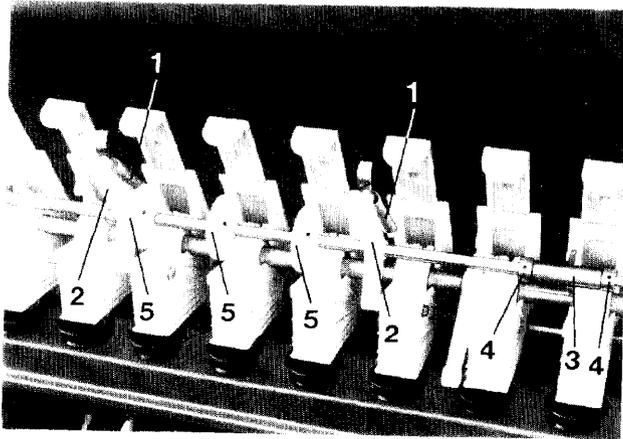
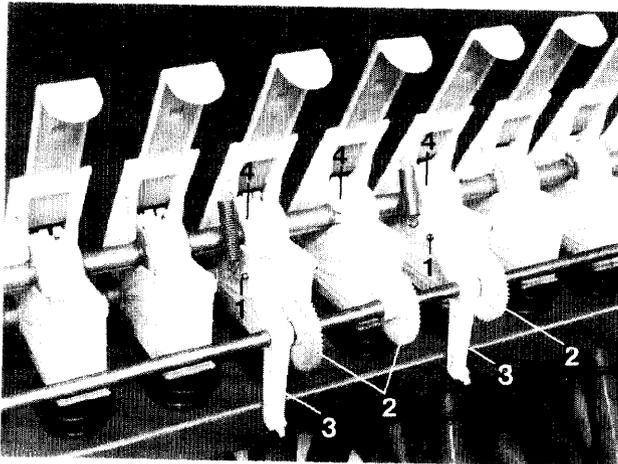

Fig. 57
Fig. 58
- Aflojar el muelle (fig. 57/1) entre la boca de siembra y el soporte oscilante (fig. 57/2) y abatir hacia atrás el eje de accionamiento intermedio (fig. 58).
- Una brida (fig. 57/3) que sujeta axialmente el eje de accionamiento, apoya en una cavidad en la boca de siembra. Esta sujeción se extrae de dicho apoyo al abatir el eje de accionamiento y, en un montaje correcto, se puede volver a montar la misma cavidad o en una inmediatamente próxima correspondiente a la siguiente boca de siembra. La brida (fig. 57/3) se sujeta axialmente al eje de accionamiento mediante anillos de fijación (fig. 57/4).
- Aflojar los tornillos (fig. 58/1) mediante los que los soportes oscilantes se fijan a uno u otro lado de las carcasas de siembra de las rodadas.
- Deslizar sobre el eje de accionamiento los soportes oscilantes (fig. 58/3) y las ruedas dentadas de plástico (fig. 58/2).
- Aflojar los tornillos de fijación (fig. 58/4) de las ruedas de siembra de las nuevas rodadas, hasta que estas puedan girar libremente en el eje de siembra.
- Fijar los soportes oscilantes (fig. 58/3) a uno y otro lado de las carcasas de siembra y colocar los muelles que unen estos soportes oscilantes con las carcasas de siembra.
El montaje de las ruedas dentadas de accionamiento de plástico (fig. 57/5) se realiza según lo indicado en el apartado 16.5. El eje de accionamiento intermedio se conecta sólo en el lado derecho de la máquina mediante las ruedas dentadas de plástico. Estas ruedas de accionamiento se montan en el eje intermedio de modo que la distancia de las ruedas de siembra de las rodadas al lado derecho de la máquina, corresponde a la mitad de la huella del tractor. Trabajando con el marcador de rodadas de pre-emergencia se desmonta el disco del trazador de huella izquierdo.